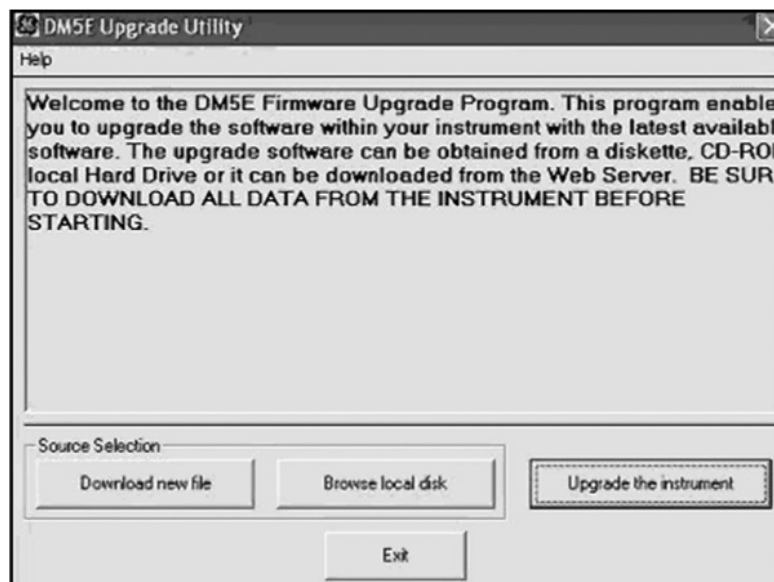

Рис. 22. Изменение настроек параметров
2. Запустите *программу-утилиту для обновления* из меню программ вашего компьютера. В типичной операционной системе MS Windows это выполняется нажатием клавиши START (ПУСК), затем нажатием клавиши RUN (ВЫПОЛНИТЬ), выбором опции PROGRAMS (ПРОГРАММЫ) и затем программы-утилиты обновления DM5E (см. *рис. 22 на стр. 68*).